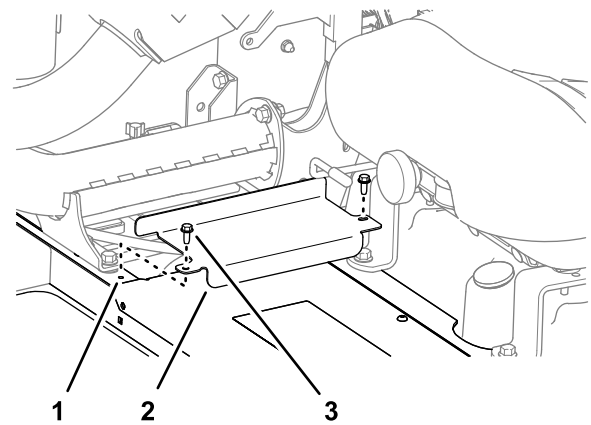

Figura 6
1. Retire los 2 pernos con arandela prensada ($\frac{1}{4}$ " x $\frac{5}{8}$ "") que sujetan la cubierta interna de la batería al bastidor de la máquina (Figura 6).
2. Retire la cubierta interna de la batería de la máquina (Figura 6).